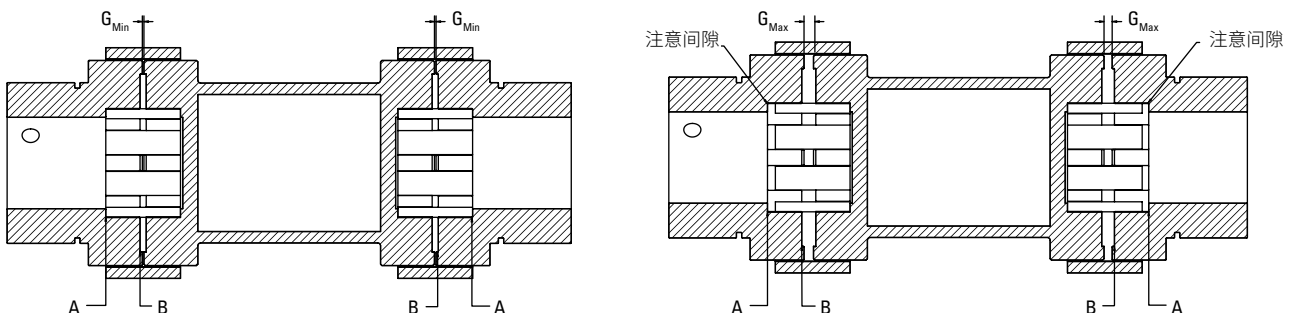

图 2. 正确的轴与轮毂啮合
4. 安装轮毂。安装之后，它们的轴末端应该与“A”表面平齐，如图 2 所示。
5. 安装中间轴和弹性体。将三个组件(中间轴和两个弹性体)全部紧密地套在一侧，并检查弹性体面与轮毂法兰面之间的间隙，如图 2 中的表面“A”所示。此间隙值不应超过 $[(2 \times G_{Max}) - (2 \times G_{Min})]$ ，请使用表 A 中的适当最小轮毂间隙 (G_{Min}) 和最大轮毂间隙 (G_{Max})。如果此间隙超过计算结果，请调整其中一个或全部两个轮毂，以使该值处在技术要求范围内，注意不要使轴末端超过表面“B”，如图 2 所示。